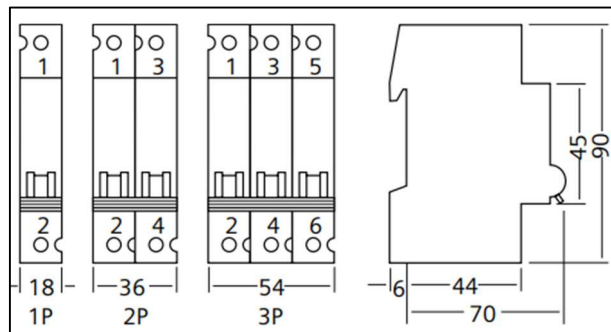

Figura 4: Dimensões aproximadas dos disjuntores em mm
- As dimensões devem ser do modelo padrão de disjuntor, que são aproximadamente 70 mm +- 5 mm (profundidade), 90 mm +- 10 mm (altura), 18 mm +- 1 mm (largura de cada polo), conforme Figura 4;